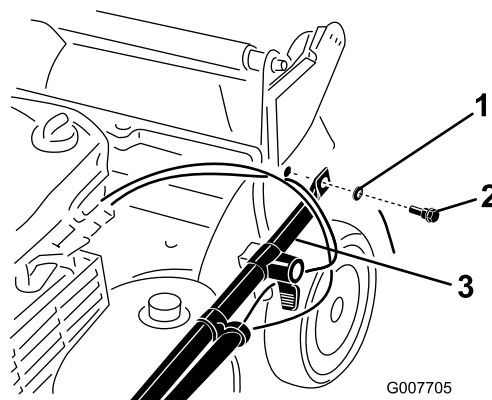

Figura 3
2. Collegate le estremità della stegola al sottoscocca utilizzando 2 rondelle e 2 bulloni di fissaggio (Figura 3), **ma non serrate i bulloni di fissaggio**.
Importante: Disponete i cavi all'esterno dalla stegola (Figura 3).